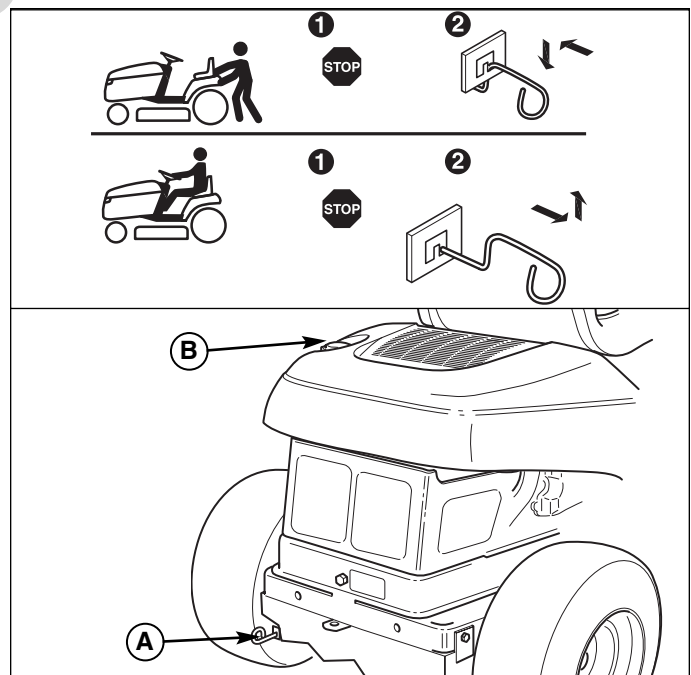

Figura 6. Palanca de liberación de la transmisión
2. Presione la palanca de liberación de la transmisión (A, Figura 6) y presione hacia abajo para bloquear en la posición liberada.